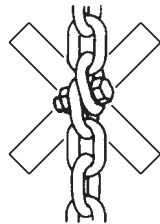

Fig. 6
- Non collegare od accorciare la catena di carico con bulloni, viti, cacciaviti o altri dispositivi (Fig. 6). Non riparare la catena di carico installata sul paranco;